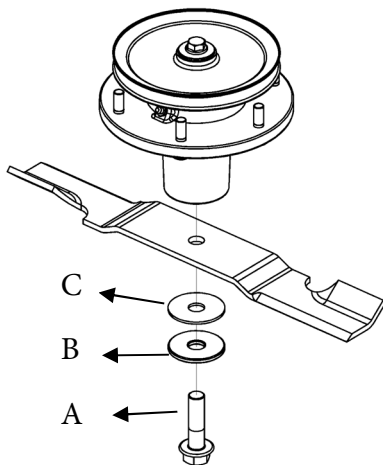

Рис. 11
Снимите болт (А) с правой резьбой (см. Рис. 11), снимите стопорную плоскую шайбу (В), гроверную шайбу (С), нож.
За оригинальными запасными ножами обращайтесь к вашему дилеру или в авторизованный сервисный центр. Ножи изготавливаются из специальных сталей и подвергаются жестким требованиям по термической обработке и контролю. Не оригинальные сменные ножи могут не соответствовать этим жестким требованиям и потому опасны. Процесс установки ножей аналогичен процессу демонтажа, но в обратной последовательности. Убедитесь, что гроверные шайбы установлены, как показано на рисунке (см. Рис. 11).
6.12.1 Установите на место каждый нож так, чтобы закрылок лезвия был направлен вверх к деке косилки, как показано на Рис. 11. Закрепите ножи крепежным болтом с плоской шайбой (В и С, Рис. 11) и затяните с моментом 70 Н*м.